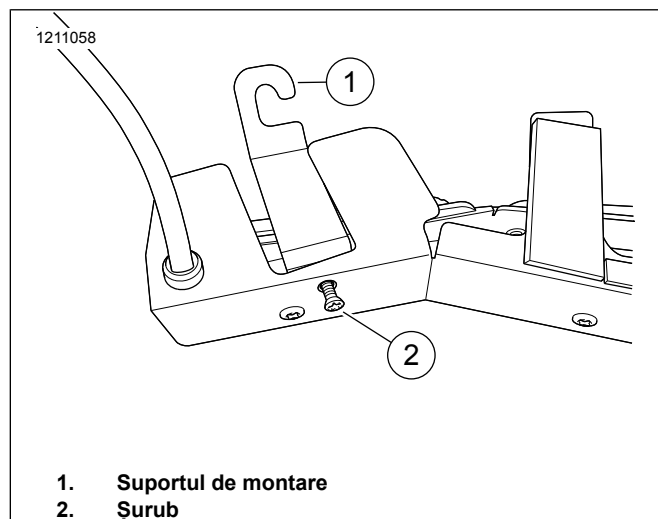

Figura 5. Suport și șurub
4. A se vedea figura 5. Poziționați suportul de montare (1) în deschidere cu unghiul suportului orientat în sus.